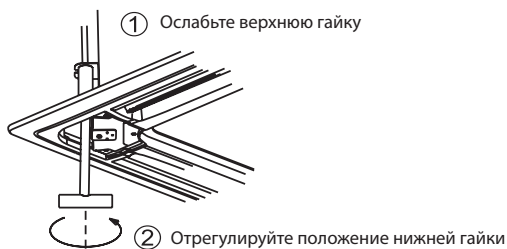

Рис. 4-19
- 5) Высоту внутреннего блока можно регулировать через отверстия в углах декоративной панели — если поднятие корпуса и дренажной трубки не нарушит их положения (См. рис. 4-19).